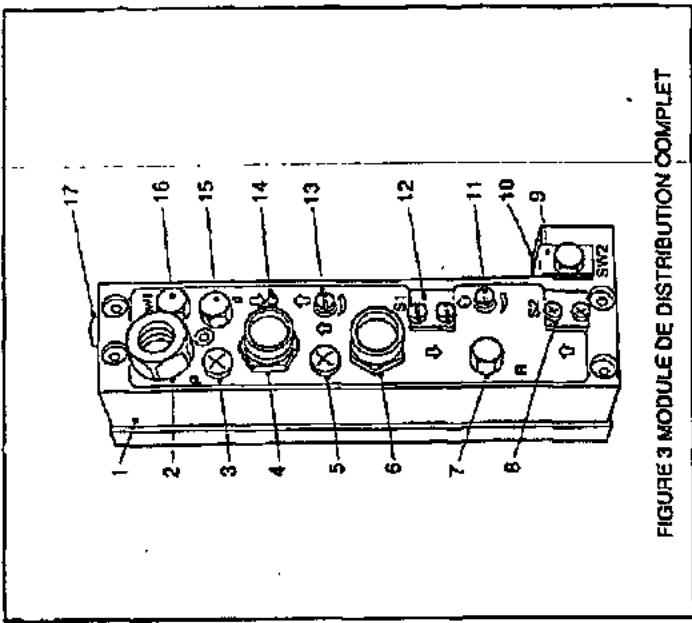

FIGURE 3 MODULE DE DISTRIBUTION COMPLET
**DISTRIBUTEUR (FIGURE 3)**
Ouvrir à fond (13) Figure 3.
Fermer (11/14) Figure 3.
Brancher l'alimentation d'air et appuyer sur (6) Figure 3.
Ajuster Figure 3 (11/13/14) pour obtenir les vitesses d'avance et de retrait de l'opération.
Réaliser quelques essais de perçage pour déterminer l'avance idéale et les réglages de l'HCU à l'aide de (11/14) Figure 3.